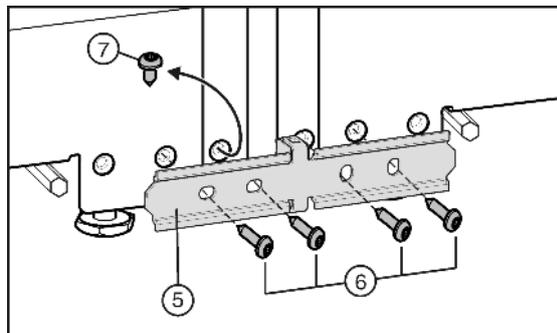

Fig. 6
- 若设备已随附预装的螺栓 Fig. 6 (7)：旋出螺栓。
- 在一台设备上用两个螺栓 Fig. 6 (6) 松动固定连接板 Fig. 6 (5)。